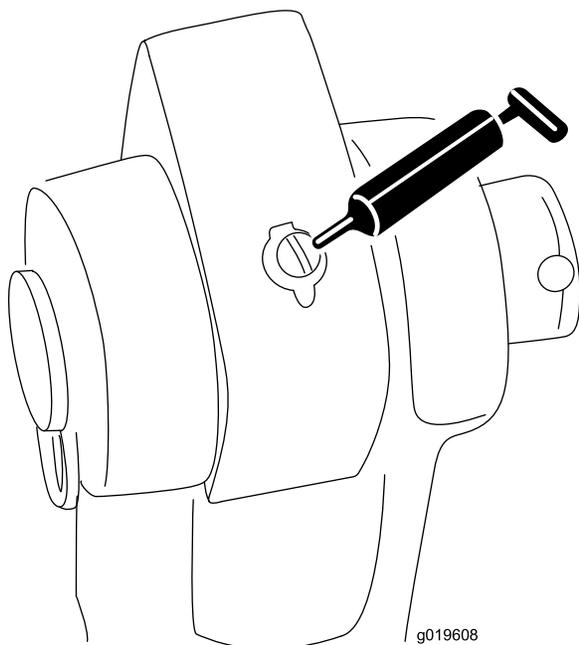

Figura 20
Pivotes del cilindro (2)—Figura 20